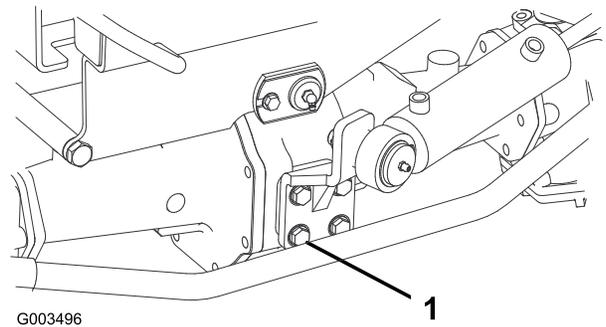

図 67
2. ステアリングシリンダのボルト4本を65-81 N·m 6.6-8.3 kg·m = 48-60 ft·lbにトルク締めする 図 67。